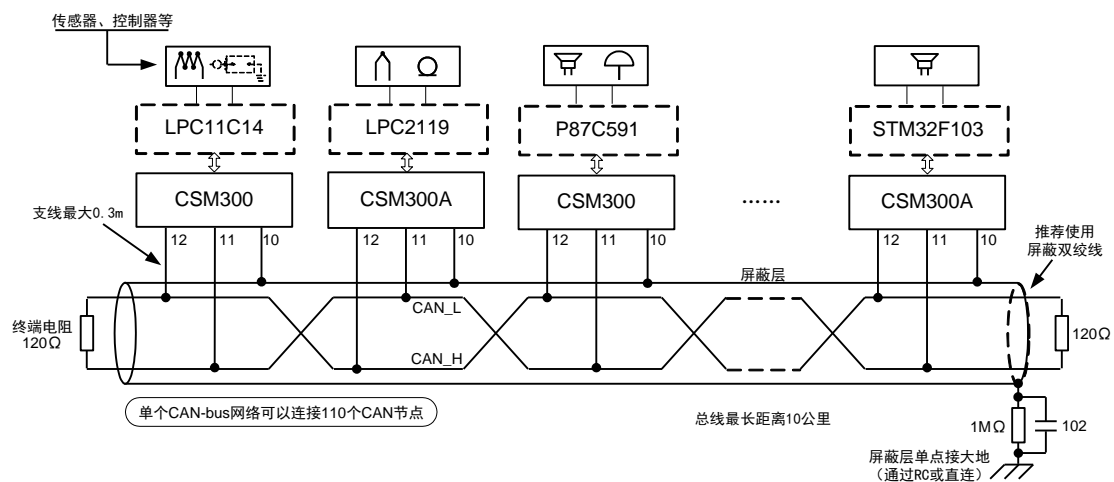

图 2.9 推荐组网示意图
CAN 总线一般使用直线型布线方式，总线节点数可达 110 个。布线推荐使用屏蔽双绞线，CANH、CANL 与双绞线线芯连接，CGND 与屏蔽层连接，最后屏蔽层单点接地。无论总线长短，总线两端都需要连接终端电阻，电阻大小可根据实际布线进行调整，一般推荐值为 120 $\Omega$ 。得益于 CSM300(A) 的最低波特率 5kbps，总线的最长通信距离可达 10km。图 2.9 给出了推荐组网示意图。